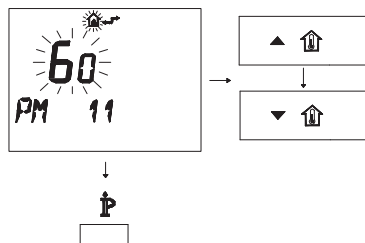

Figura 5.40
- Para modificar el punto de consigna programado use los botones **▲** y **▼** y espere a que el número programado comience a parpadear (Figura 5.40). Cada paso de aumento o reduc-